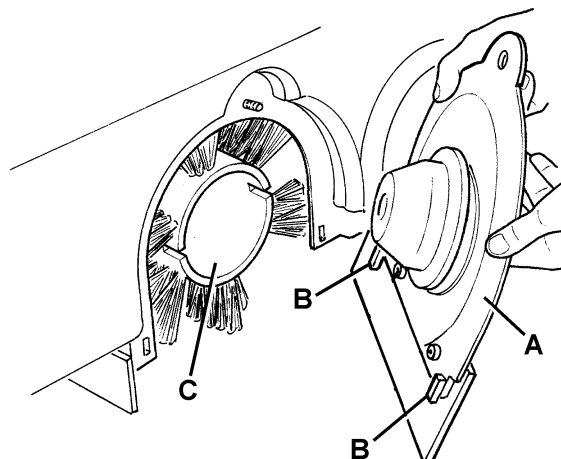

Abbildung 5
7. Den Deckel (A, Abb. 5) der Hauptkehrwalze durch Drücken nach unten entfernen, um die Befestiger (B) auszuklinken.
8. Die Hauptkehrwalze (C, Abb. 5) entfernen.
12. Den Deckel (A, Abb. 5) der Hauptkehrwalze durch Einrasten der Befestiger (B) einbauen.